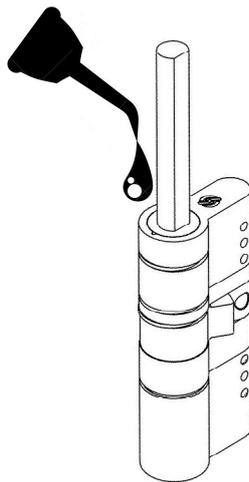

Fig. 3
- 4. Si raccomanda per un buon funzionamento del prodotto la lubrificazione del gambo (fig. 3)**